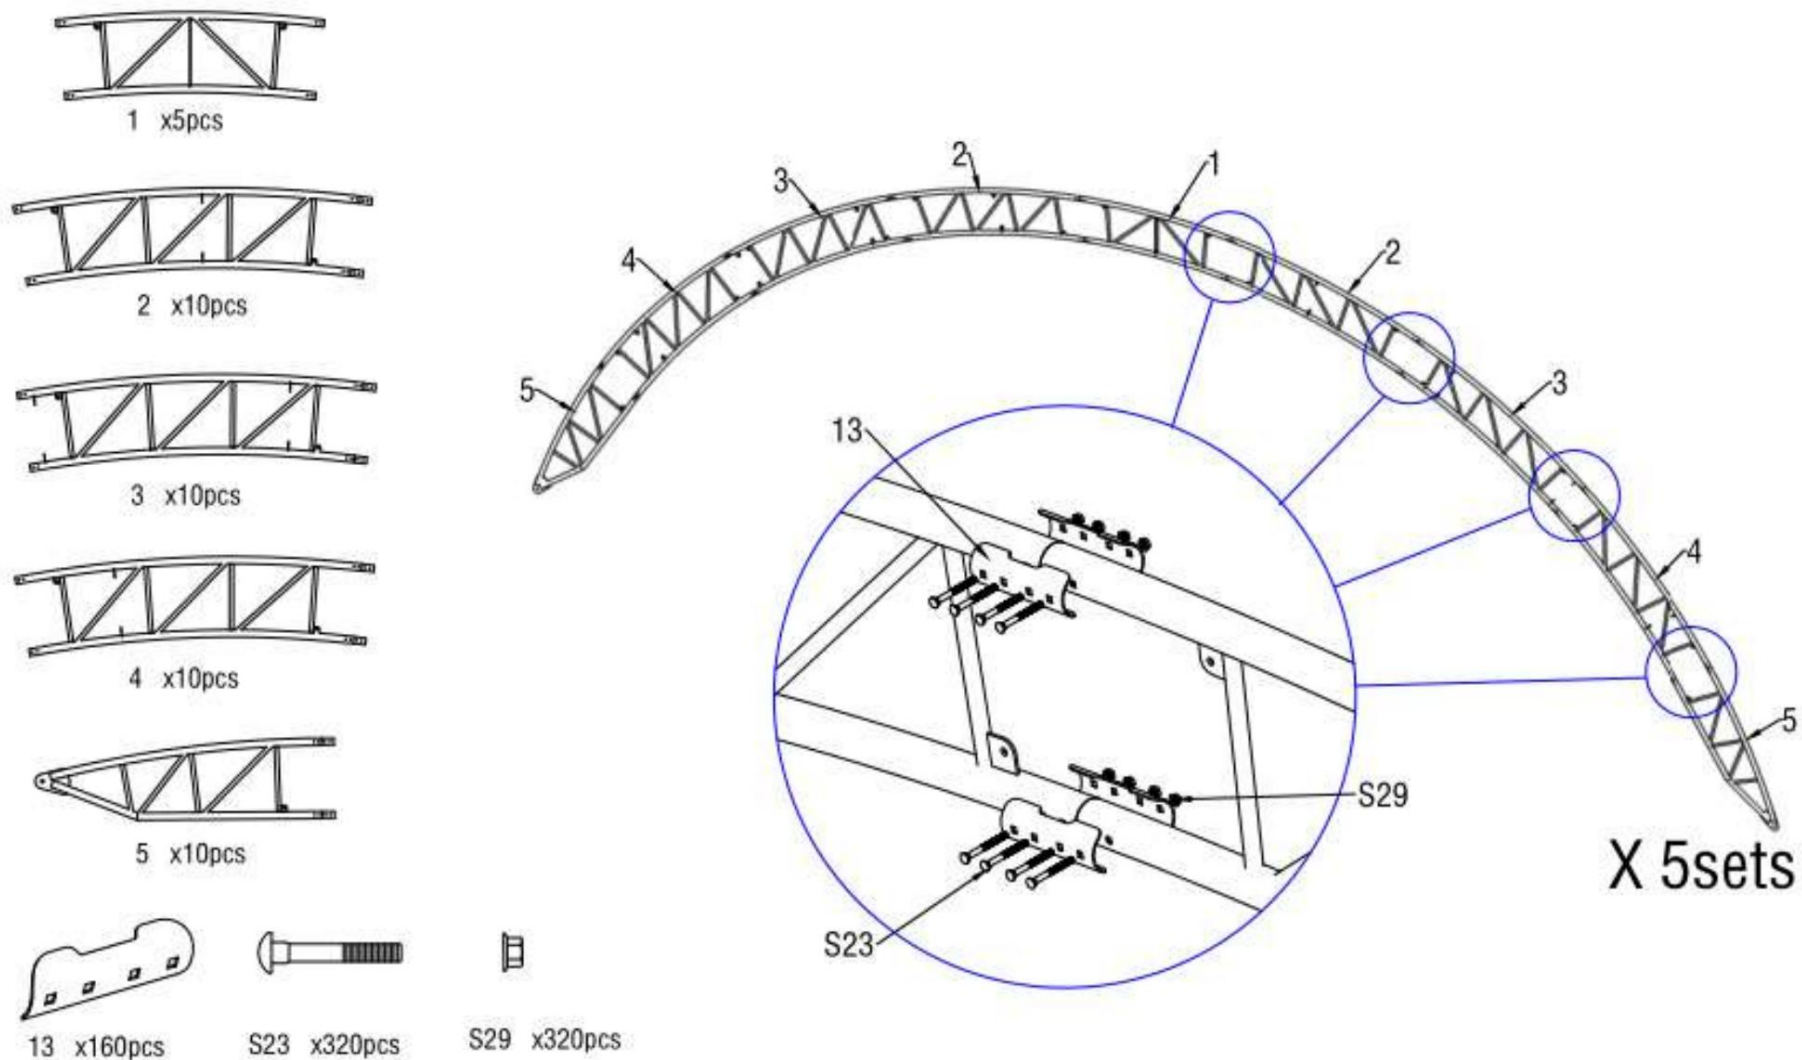

Figure 2
2.1 Comme indiqué sur les figures 2 et 3, pour trouver un tube courbé de toit, des tubes courbés centraux, un tube courbé central latéral, un tube courbé inférieur latéral et un tube courbé inférieur, assemblez ces arches avec un boulon de carrosserie M8x80mm (pièce n° S23 et S29) et une pièce de serrage (pièce n° 13) pour former le premier groupe d'arches.